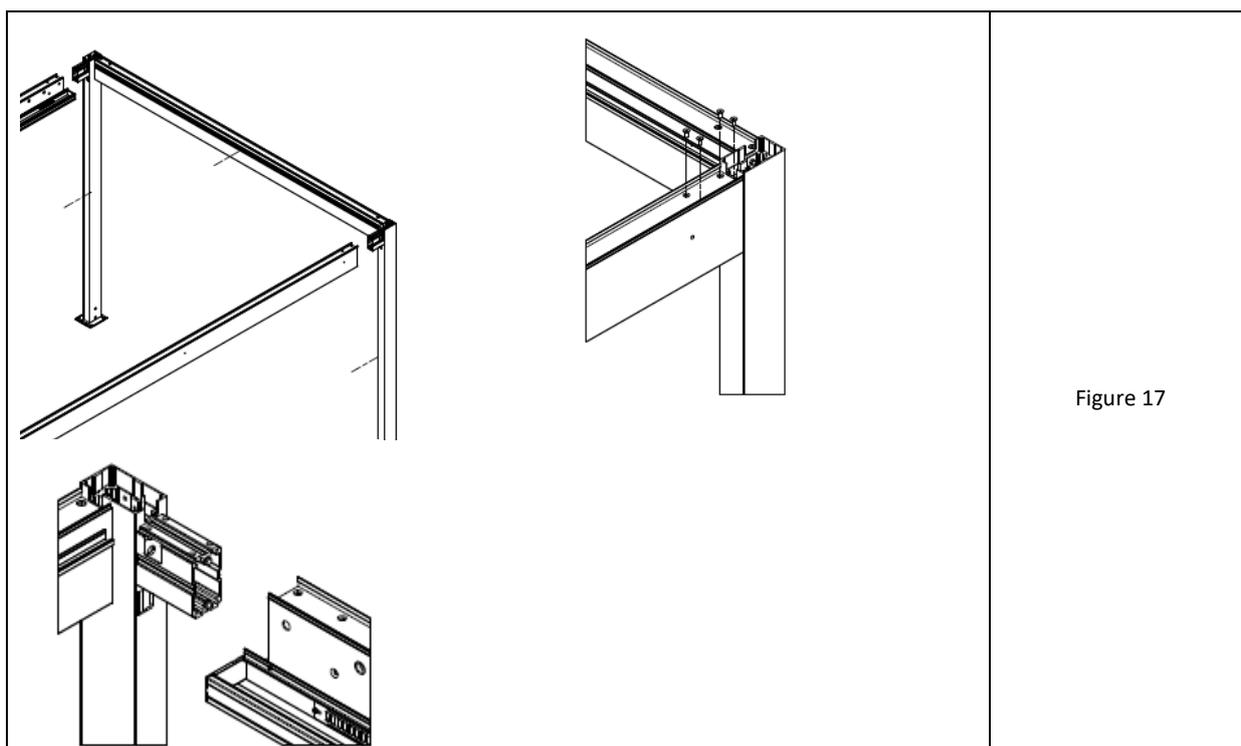

Figure 17
6. Visser les extrémités insérées des poutres longitudinales aux os du cadre transversal à l'aide de vis à tête fraisée M8 x 20 avec douille à six pans creux, conformément à la Fig.17.
- Attention :** Les poteaux avec le drainage de l'eau ont un trou carré sous l'os (Fig. 17 en bas). Lors de l'insertion des poutres longitudinales, des profils de drainage rectangulaires dépassent des poutres aux extrémités. Ils doivent être soigneusement insérés dans le profil du poteau lors de la mise en place.